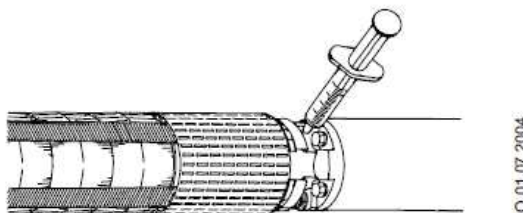

Fig. 8
1. Skrutkovačom vytlačte filter pred ventilom v hornej časti motora. Pokiaľ má filter závit, vyskrutkujte ho. Polohu plniaceho ventilu ukazuje obr.8(fig.8).
2. Injekčnú striekačku pritlačte proti ventilu a vstreknite kvapalinu do motora; obr.8(fig.8). Dbajte na to, aby ste kuželku ventilu príliš nestláčali. Mohlo by tak dôjsť k jej poškodeniu a k následnej netesnosti ventilu.